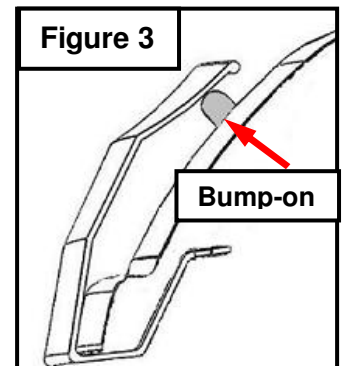

Figure 3
7. Attach rubber bump-on to the factory hood where the corners of the Hood Shield are closest to the hood. **(Figure 3)** **Clean area first with isopropyl alcohol and remove adhesive backing from bump-on and apply to hood.**
(Figure 3) Nettoyez la surface avec de l'alcool isopropylique et enlevez l'endos protecteur du butoir pour ensuite l'appliquer sur le capot.